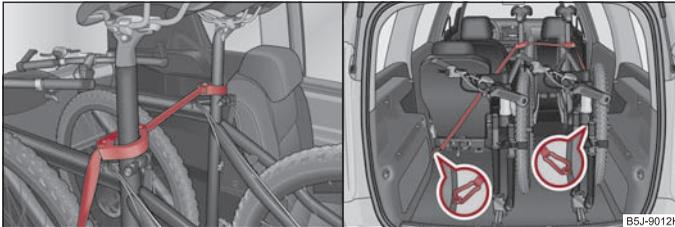

Abb. 69 Absicherung der Fahrräder mit Schellen / mit einem Band
- Setzen Sie die Schelle mit dem Gummiteil nach vorn (in Fahrtrichtung) möglichst weit unten an die Sattelstange und schließen Sie die Schelle ⇒ Abb. 69.
- Beim Transport von zwei Fahrrädern spannen Sie das Band ⇒ Abb. 69 zwischen den Sattelstangen.